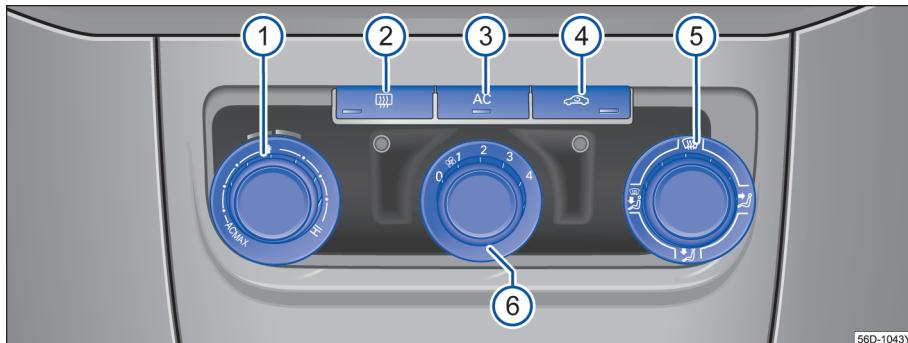

图 154 中控台上：电子手动空调的操作元件
- 按压按钮 → 图 154 ④，即可打开或关闭空气内循环模式。如果此按钮中的指示灯亮起，说明其处于打开状态。